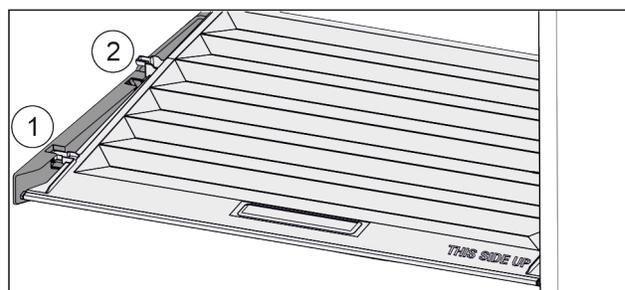

Fig. 106
- Tirer le couvercle vers l'avant jusque dans l'orifice des pièces de retenue Fig. 106 (1).
- Le soulever par le bas à l'arrière et le sortir par le haut Fig. 106 (2).